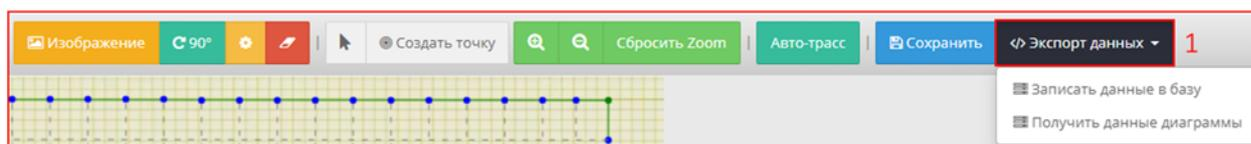

Рисунок 4.8.32 – Экспорт данных
Для экспорта данных оцифровки необходимо на панели инструментов нажать кнопку (1) экспорт данных (рис. 4.8.32).